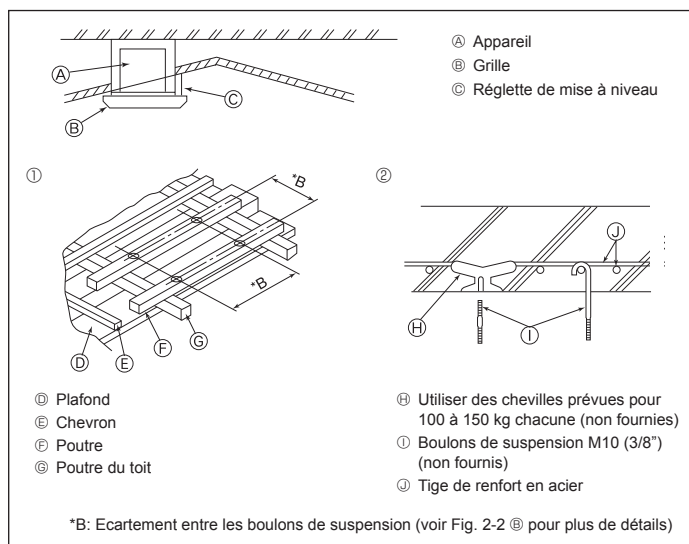

Fig. 2-4
2.4. Structure de suspension (Construire une structure renforcée à l'endroit de suspension de l'appareil) (Fig. 2-4)